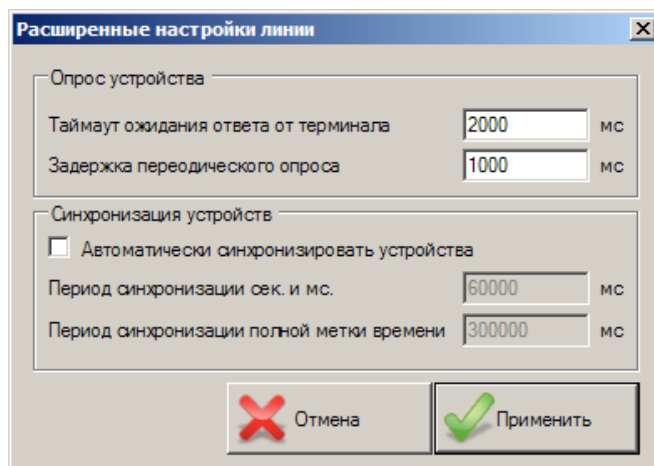

Рисунок 28 – Расширенные настройки SPAOPC сервера
- **Настройки** – доступно только для устройств, работающих по протоколу SPA для более тонкой настройки SPAOPC сервера (подробнее о настройках можно прочитать в документации к SPAOPC серверу). Изменение этих настроек может негативно сказаться на устойчивости связи с устройством защиты (рисунок 28).